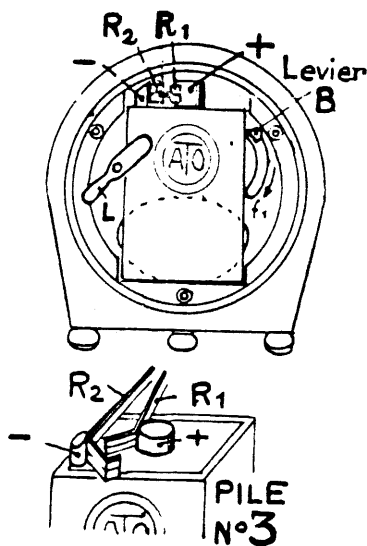

Fig. 2
Lunette ouvrante (fig. 2)
**Pile N° 3.** — (70 mm  $\times$  50 mm  $\times$  35 mm) avec deux bornes, suivant fig. 2 ci-dessus, pour pendulettes à cadran rond de 91 mm à lunette de cadran ouvrante.